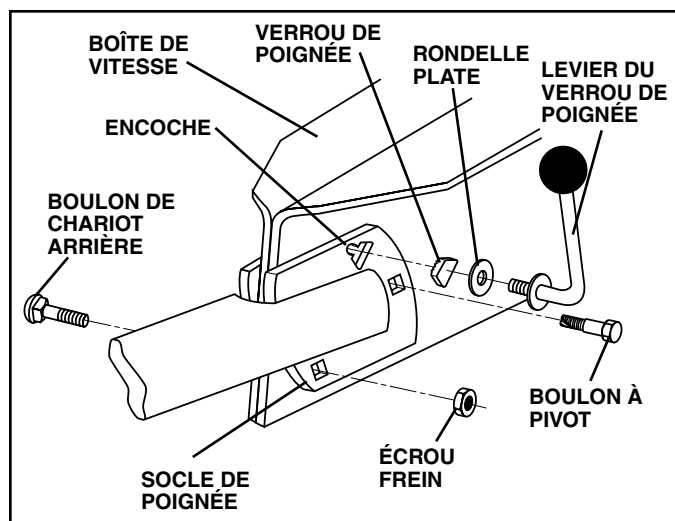

FIG. 5
- Pivotez vers en bas l'ensemble de la poignée. Insérez premièrement le boulon de chariot arrière, avec la tête du boulon sur le côté gauche de la motobineuse et montez lâchement l'écrou frein (voir la fig. 5).